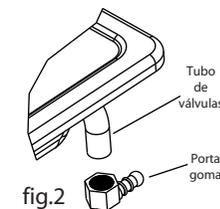

fig.2
- 6.- Para las encimeras que llevan el portagoma en el kit de accesorios utilizar un sellante (teflón) entre el portagoma y el tubo de válvulas (ver fig.2).